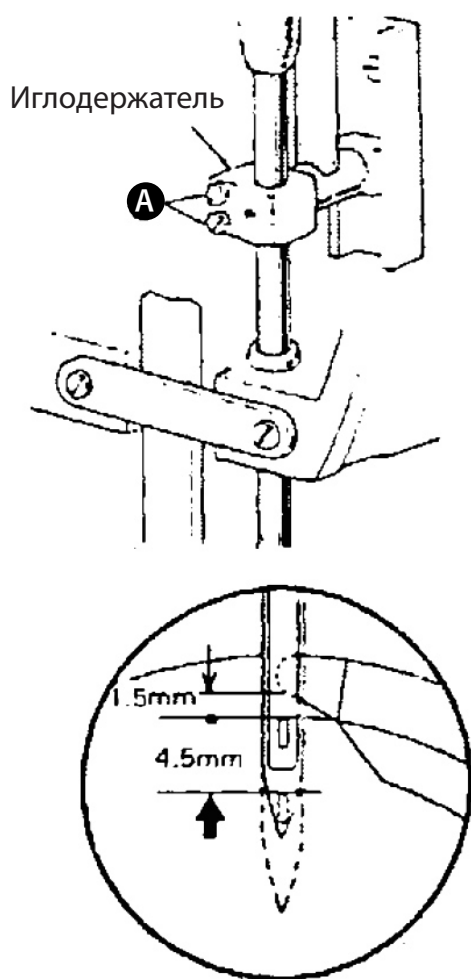

Рис.18
3. Для установки высоты иглы ослабьте винт (А) на держателе игловодителя (рис.18) и двигайте игловодитель рукой вверх-вниз.